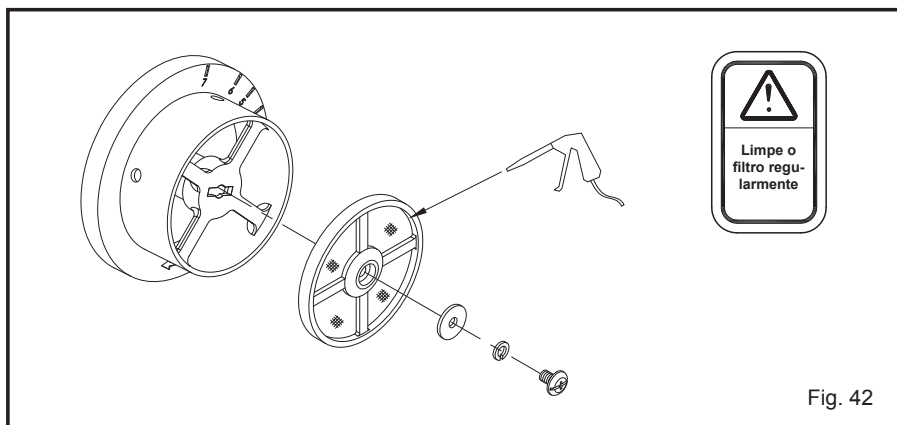

Fig. 42
2. Para estender a vida útil da máquina, limpe o filtro regularmente. (Fig. 42)